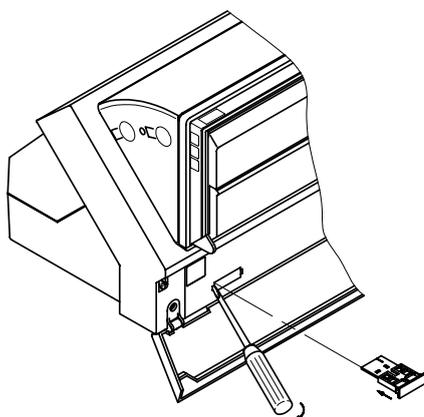

Fig. 14
3. Disinnestare il coperchio cieco dalla regolazione (fig. 14).
Introdurre nella regolazione la spina di codifica della caldaia come da fig. 14 (tacca di codifica a destra). La spina di codifica deve chiudere a livello col frontale dell'involucro.